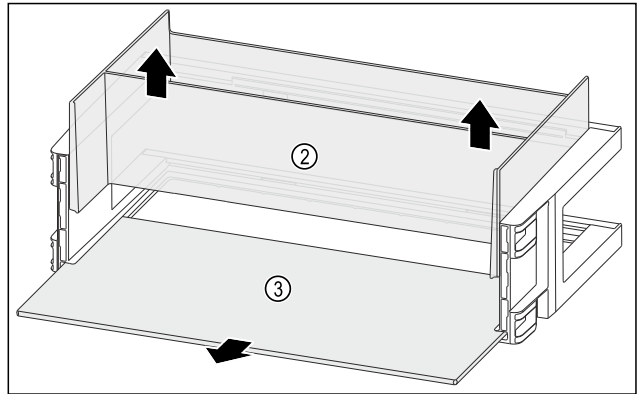

Fig. 93
- Извлеките органайзер Fig. 93 (2) движением вверх.
- Извлеките съемную полку Fig. 93 (3).